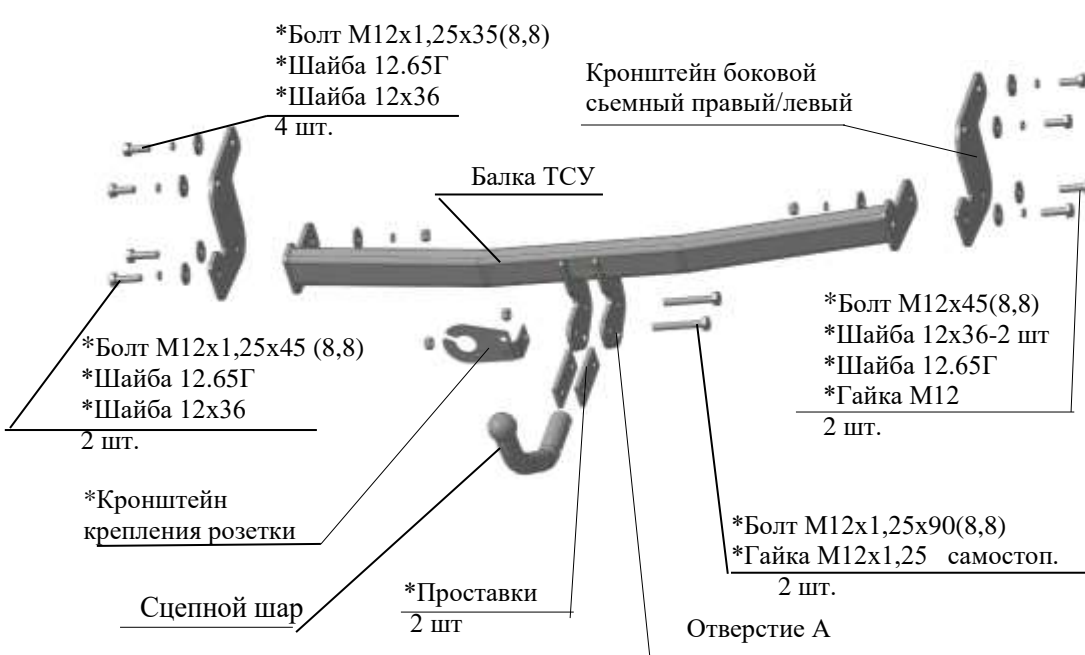

Рис.1 Тягово-цепное устройство ТСУ 7242.
2.1 ТСУ 7242 в сборе (рис.1)	1 шт.
2.2 Пакет с комплектующими (см. рис.1)	1 шт.
4.3 Закрепить левый и правый боковые съемные кронштейны (соответственно рис.1) к боковым внешним полкам лонжеронов а/м болтами М12х1.25х35 (используя гайки приварные штатные), под головки болтов подложить шайбы 12.65Г и 12х36. Крепеж не затягивать.
4.7 Закрепить сцепной шар и кронштейн крепления розетки (кронштейн розетки предварительно скрепить с уголком болтом М10х20 и гайкой М10 самостоп – на рис.1 условно не показано) к кронштейнам шара через проставки болтами М12х1,25х90 и гайками М12х1,25 самостоп.